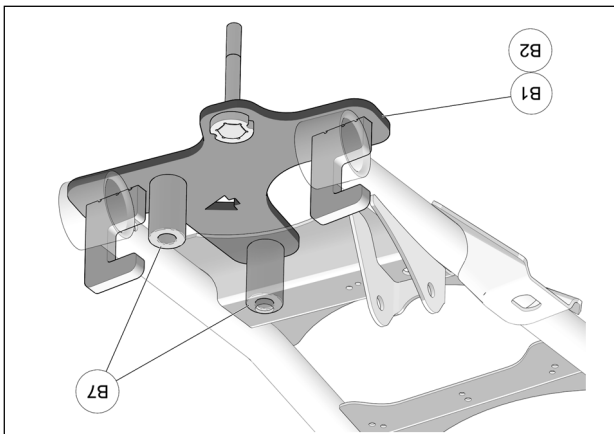

Fig. 7
7. Installer les espacateurs (B7) entre la plaque d'ancrage (B1-B2) et le bras de suspension. Aligner les espacateurs et les trous de l'ancrage. Voir la Fig. 7